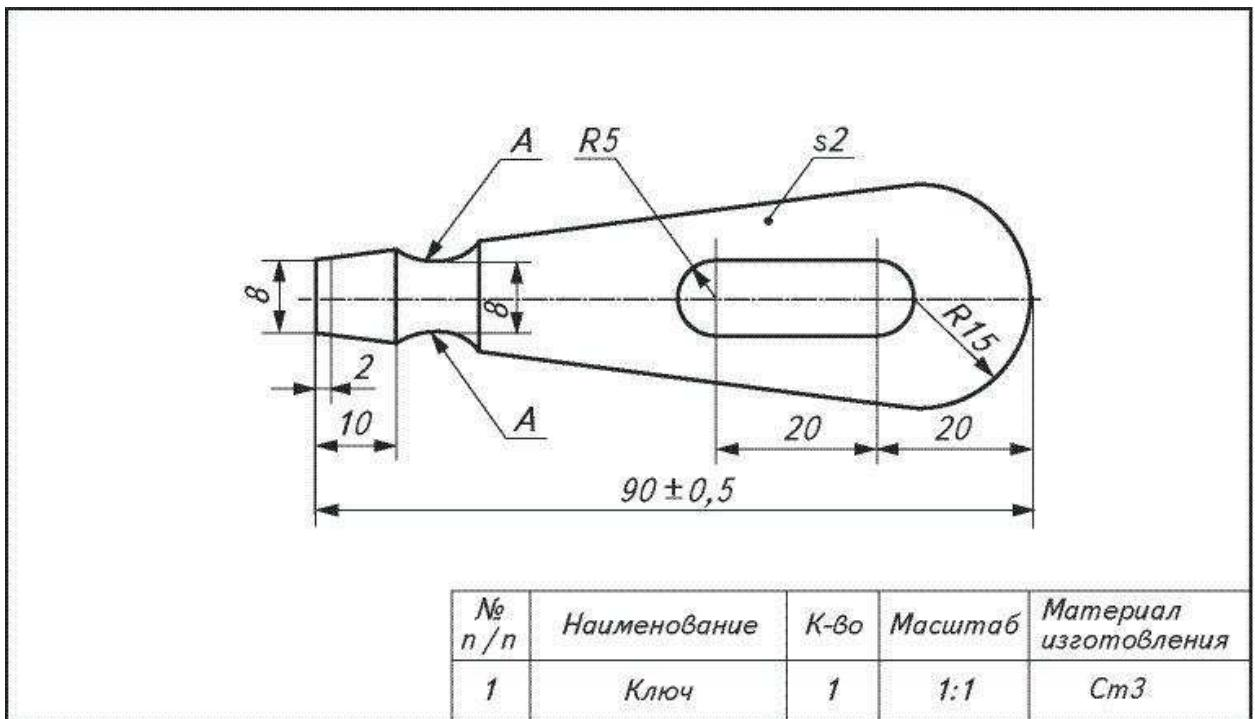

Рис. 1. Универсальный ключ для ручного лобзика
2. Позиции «A» на чертеже сконструировать самостоятельно (Рис. 1.).